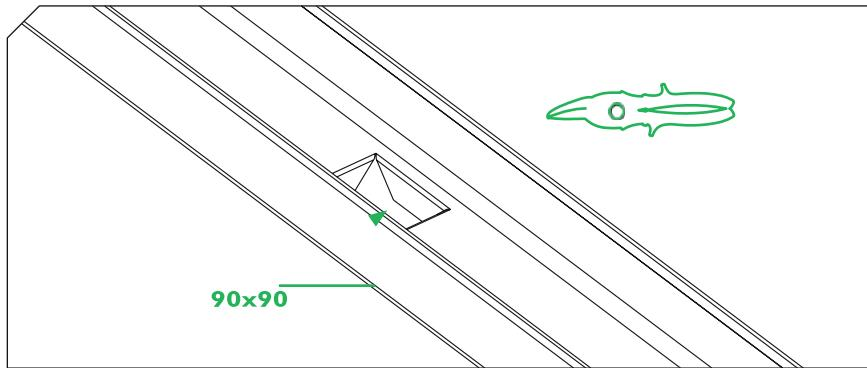

Рисунок 18
- 7.1. Вырежьте в дне желоба отверстие размером 90x90 мм (рисунок 18)
- 7.2. Загните края отверстия вниз (рисунок 18)